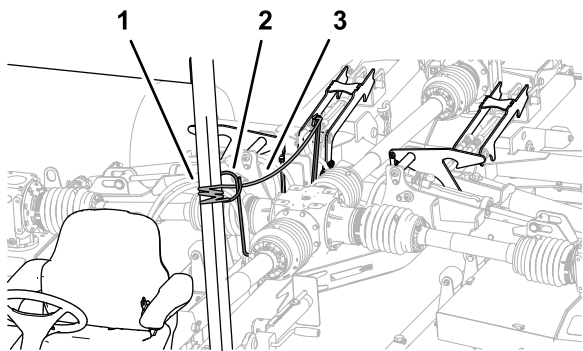

Рисунок 38
3. Потяните и удерживайте трос фиксаторов дек (Рисунок 38).